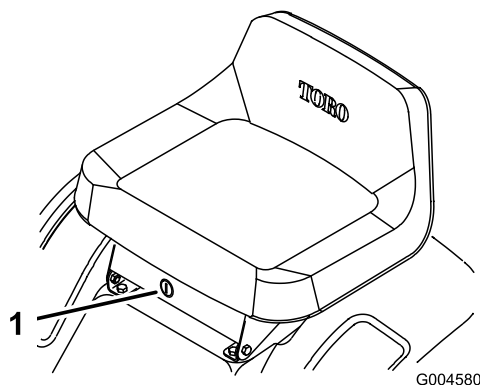

Figura 15
Si necesita utilizar las cuchillas (PTO) en marcha atrás, desactive el sistema de seguridad usando el interruptor KeyChoice que está situado cerca del soporte del asiento (Figura 15).
2. Inserte la llave KeyChoice en el interruptor (Figura 15).